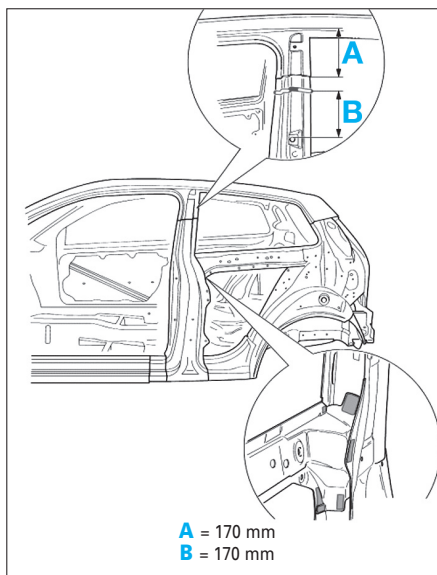
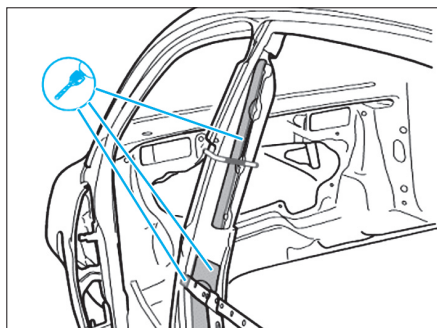
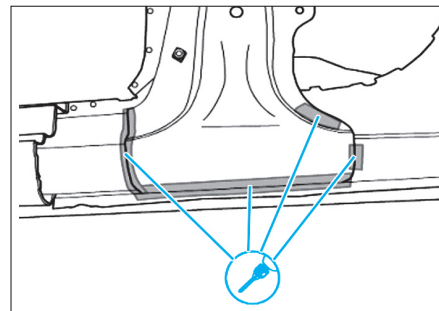

FIG. 59
FIG. 60
FIG. 61
- Découper et dépointer le renfort aux endroits concernés (Fig.59), (Fig.60) et (Fig.61).
La cote "A" (Fig.59) représente la distance de coupe lorsque l'on dépose l'aile arrière. Pour plus de précision à ce sujet, se reporter à la méthode de la dépose-pose de l'aile AR.